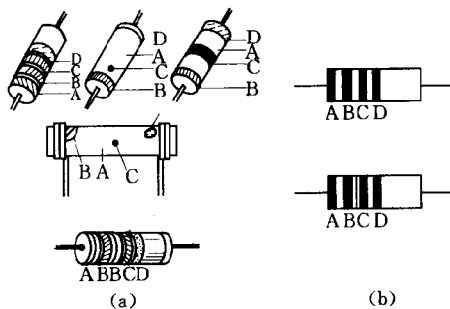

图 1-1 电阻色环表示
(7)电阻的色标见表 1-7;电阻色标的表示方法如图 1-1 所示。